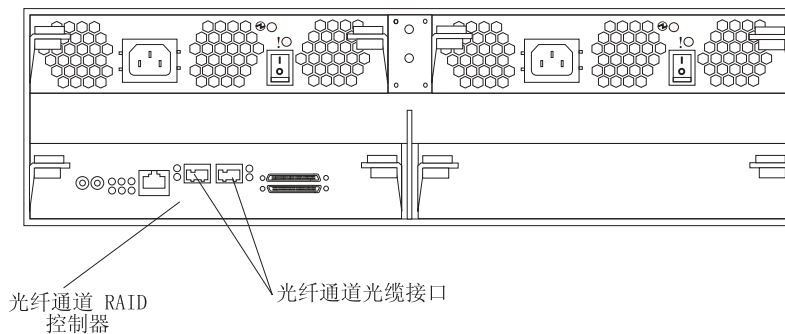

图 36. 主机系统光缆接口
2. 将主机系统光缆连接到 RAID 控制器或交换机。图 36 显示 RAID 控制器上连接主机系统光缆的位置。